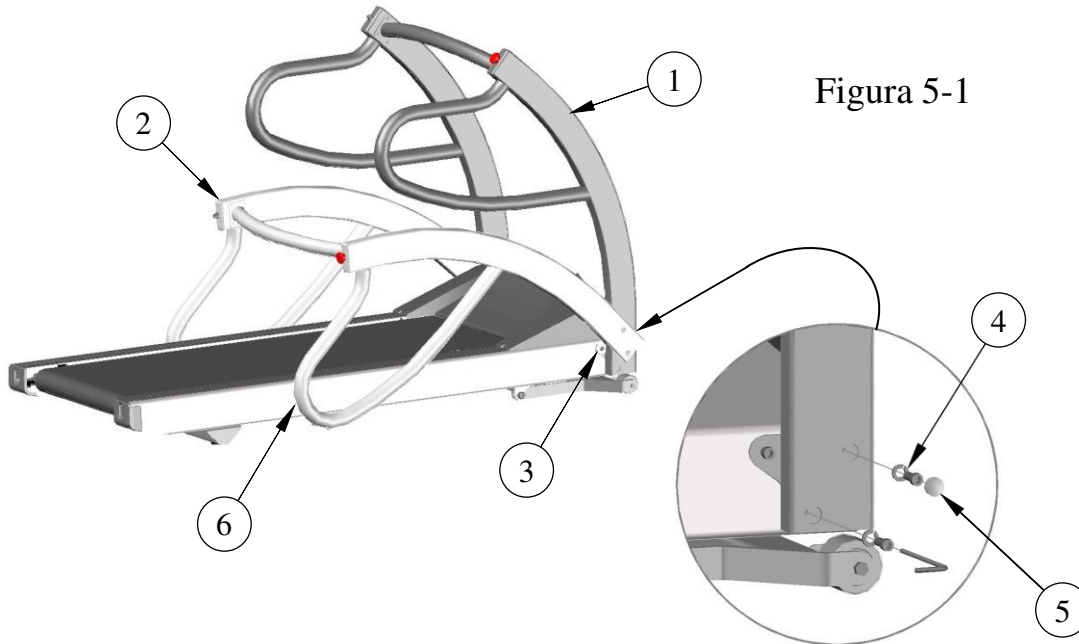

Figura 5-1
2. Instale (2) tapas de plástico a cada lado para lograr una apariencia acabada. Figura 5-1